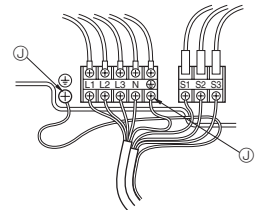

Fig. 7-2
7.1. Unidad exterior (Fig. 7-1, Fig. 7-2)
- ① Extraiga el panel de servicio.
- ② Tienda los cables de acuerdo con la Fig. 7-1 y Fig. 7-2.